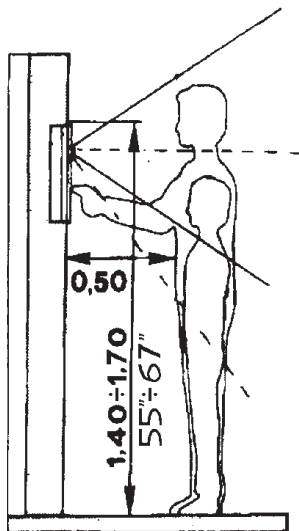

Fig. 7
- Nella Fig. 7 è rappresentato il campo di ripresa della telecamera posizionandola ad un'altezza consigliata tra m. 1,40 e m. 1,70 da livello terra.
- Fig. 7 shows the coverage of the camera, which should be mounted at the recommended height from ground level (between 1.40 and 1.70 m.).
- La Fig. 7 représente le champ de prise de vue de la caméra qui devrait être montée à une hauteur entre 1,40m et 1,70 par rapport au sol.
- Fig. 7 stellt das Ausleuchtzone der Kamera dar, die sollte auf die empfohlene Höhe zwischen 1,40 und 1,70 vom Boden befestigen werden.
- La Fig. 7 representa el campo de captación de la camera, que tendría que ser montada a una altura aconsejada comprendida entre m. 1,40 y m. 1,70 desde el nivel de suelo.
- A Fig. 7 representa o campo de focagem da telecamara que aconselha-se ficar a uma altura do pavimento entre 1,40 e 1,70m.